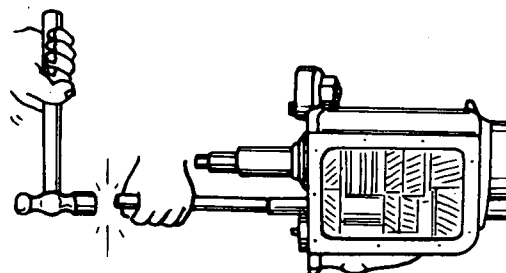

Fig. 2
- c Retire o eixo intermediário batendo na parte dianteira, com um tocapino de bronze ou alumínio (fig. 2)